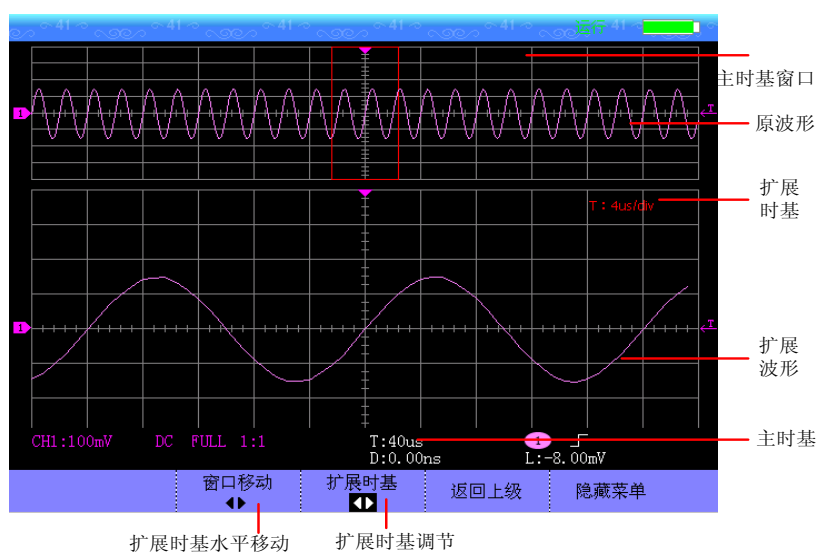

图 3.14 视窗扩展效果图
4) 视窗扩展功能开启后，窗口模式自动切换为双窗口显示，视窗扩展如图 3.14 所示。